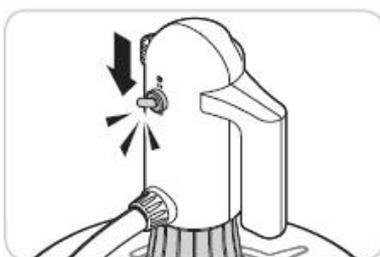

Рисунок 12
7. Установите переключатель в нижнее положение «OFF» (ВЫКЛ.) (смотрите рисунок 12 ниже).